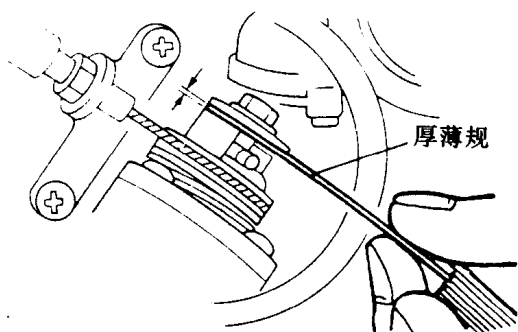
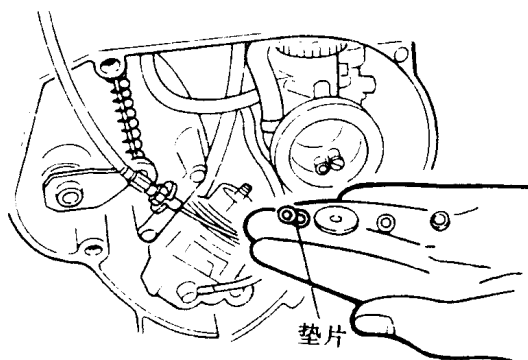

图 1-1-8 测量油泵最小行程
图 1-1-9 调整油泵行程
(3) **检查调节机油泵的最小行程**: 低速运转发动机, 观察油泵调整板, 然后停止发动机, 让调整板滑出到最低极限。用厚薄规测量油泵的最小行程, 如图 1-1-8 所示。DX100 机油泵的最小行程为 0.30~0.35 毫米。如果测量的结果, 大于或小于标准数值范围。应按图 1-1-9 所示方法, 卸下或加上间隙垫片。